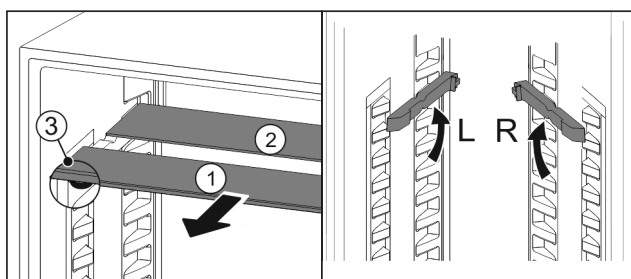

Fig. 121
- Dra ut Fig. 121 (1) glashyllorna framåt en i taget.
- ▷ Glashyllan Fig. 121 (1) med dekorlisten ligger längst fram.
- ▷ Stoppklackarna Fig. 121 (3) är vända nedåt.